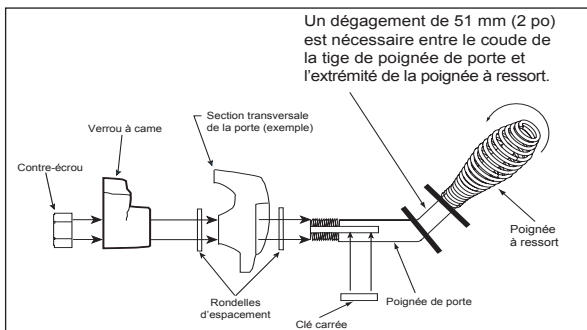

Figure 20.1
3. Placez une deuxième rondelle comme illustré à la **figure 20.1**.
7. Installez la poignée à ressort en la tournant dans le sens contraire des aiguilles d'une montre jusqu'à la position souhaitée sur la tige de la poignée de porte pour obtenir le dégagement de 51 mm (2 po) **nécessaire**. **Figure 20.1**